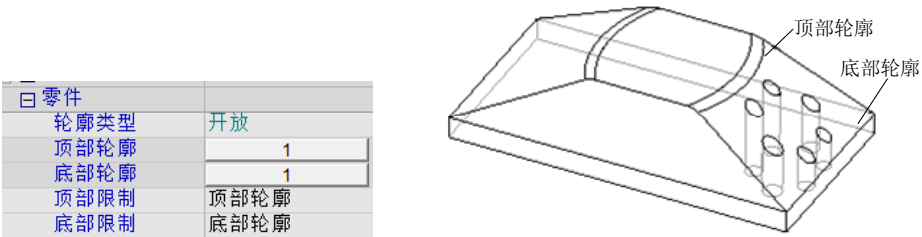

图 2-215 选择加工轮廓
4) 选择轮廓。选择“轮廓类型”为“开放”, 单击“顶部轮廓”按钮, 选择如图 2-215 所示的边线; 单击鼠标中键完成选择; 然后单击“底部轮廓”按钮, 选择如图 2-215 所示的边线; 单击鼠标中键完成选择, 返回程序对话框。